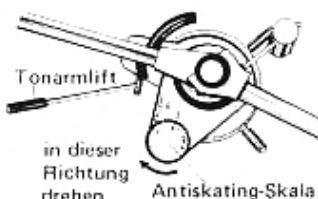

Abb. 8
3. Durch weiteres Drehen des Gegengewichts [12], immer noch in der gleichen Richtung, aber jetzt zusammen mit der Auflagekraftskala [14], wird die Auflagekraft der Nadel allmählich erhöht. Drehen Sie solange, bis die Skalenanzeige 2 auf die Indexmarkierung [15] weist. Das entspricht einer Auflagekraft von 2,0g und ist der optimale Wert für den gewählten Tonabnehmer (Abb. 8).